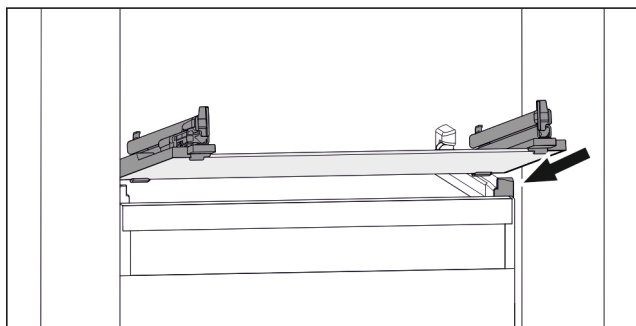

Fig. 141 Exemple de représentation de la tablette en verre
- ▶ Placer la tablette en verre, en l'inclinant, derrière les butées. (voir Fig. 141)